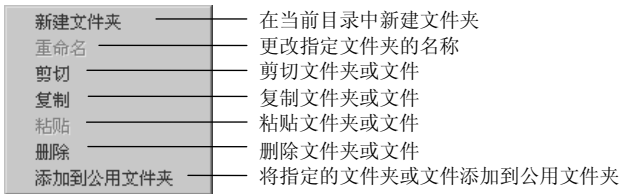

图 5.3.2 “组织”菜单
- 单击按钮，出现图 5.3.2 所示的选项菜单，可选取相应命令。